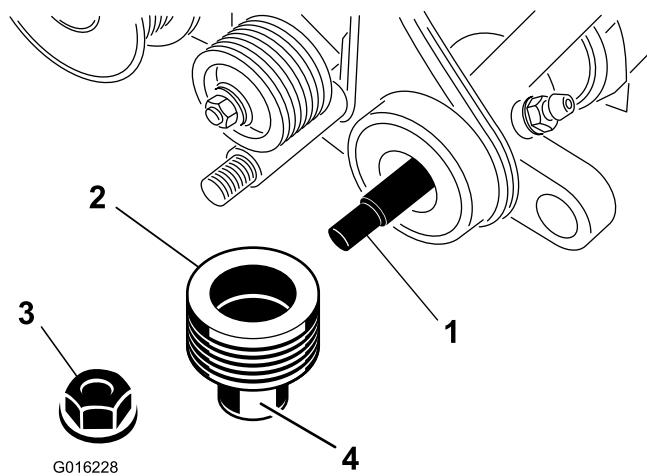

Figura 6
- 13. Aplique grasa a la junta exterior de la polea motriz (Figura 6).
- 14. Coloque la polea en el eje del acondicionador (Figura 6).
- 15. Sujete la polea al eje con una contratuerca de arandela prensada (Figura 6), y apriétela a 23–28 N·m.
- 16. Aplique grasa a la junta de la placa de apoyo izquierda y al extremo del eje del acondicionador (Figura 6).